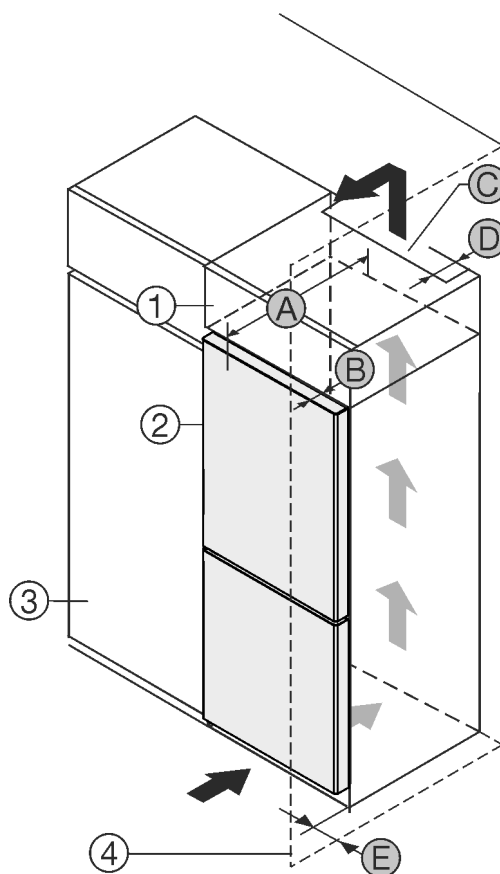

Fig. 1
- (1) Opbouwkast\*
- (2) Apparaat\*
- (3) Keukenkast\*
- (4) Wand\*
- (A) Diepte apparaat\*
- (B) Diepte deur\*
- (C) Ventilatie doorsnede\*
- (D) Afstand achterzijde apparaat\*
- (E) Afstand tot apparaatzijde\*
U kunt het apparaat direct naast de keukenkast Fig. 1 (3) opstellen.\*
Aan de achterzijde van de opzetkast moet een luchtafvoerkanaal met de diepte Fig. 1 (D) over de volledige breedte van de opzetkast aanwezig zijn.\*
Onder het plafond moet de ventilatiedoorsnede Fig. 1 (C) worden aangehouden.\*
Als u het apparaat met de scharnieren naast een wand Fig. 1 (4) plaatst, moet de afstand tussen het apparaat en de wand minimaal 13 mm bedragen.\*
Als u het apparaat met de scharnieren naast een wand Fig. 1 (4) plaatst, moet de afstand tussen het apparaat en de wand minimaal 20 mm bedragen.\*
Om de deuren volledig te kunnen openen, moet het apparaat overeenkomstig de deurdiepte Fig. 1 (B) ten opzichte van het keukenkastfront uitsteken. Afhankelijk van de diepte van de keukenkasten Fig. 1 (3) en het gebruik van de wandafstandshouders kan het apparaat verder uitsteken.\*